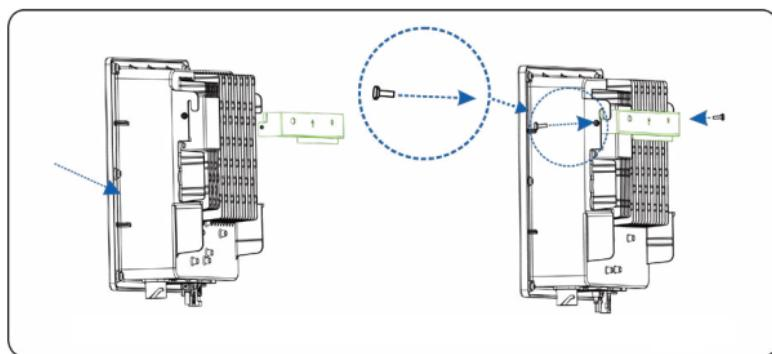

Figura 4.14 Fixarea invertorului
**Step 2** Monteaza invertorul pe acest panou aliniind orificiile de fixare ca in **Figura 4.14**.